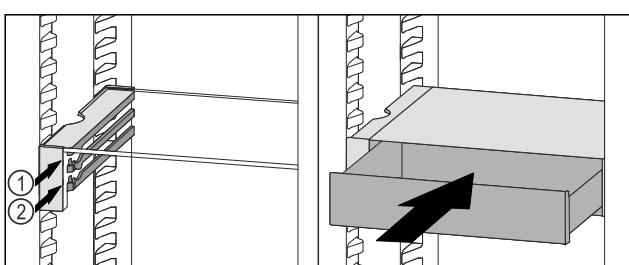

Fig. 101
- Așezați sertarul VarioSafe în spatele opritoarelor pe nervura dorită Fig. 101 (1) sau Fig. 101 (2).